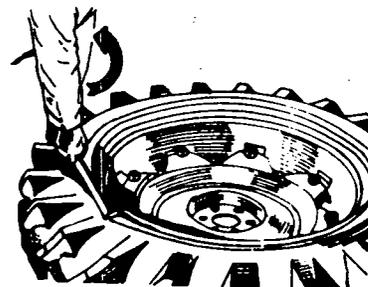

Fig. 2
- d Pressione, para baixo, a borda do pneu (fig. 2).